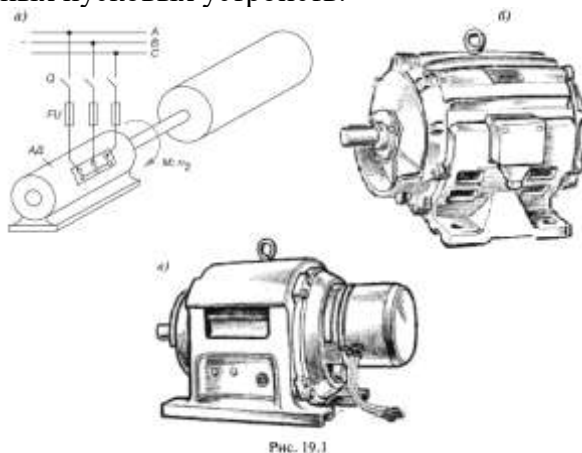

Рис. 19.1
Наибольшее применение в промышленности получили трехфазные асинхронные двигатели (рис. 19.1). Это объясняется тем, что они просты по конструкции, дешевы, надежны в работе, имеют высокий КПД при номинальной нагрузке, выдерживают значительные перегрузки, не требуют сложных пусковых устройств.
2. Электрическая схема подключения трехфазного асинхронного двигателя к трехфазной сети (для АД с фазным ротором) к двигателю (см. рис. 19.1а и в).